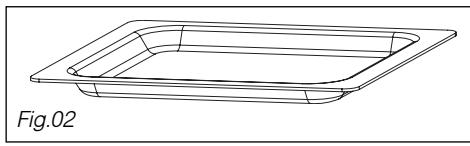

Fig.02
• **Gläserne Fettpfanne** (Abb. 02): Kann in der Funktion 'Umluft' bei Garvorgängen im Wasserbad halb mit Wasser gefüllt werden. Kann als Gargefäß verwendet werden.